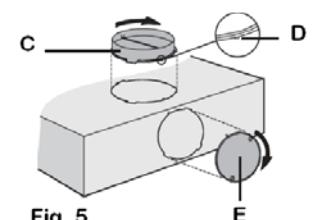

Fig. 5
- ⇒ Instale la válvula anti-retorno [C] (fig. 5) sobre la salida [B]. Por favor, haga que los pivotes [D] de la válvula anti-retorno coincidan con los cortes de la campana. Haga girar la válvula en el sentido de las agujas del reloj hasta que quede firmemente fijada.